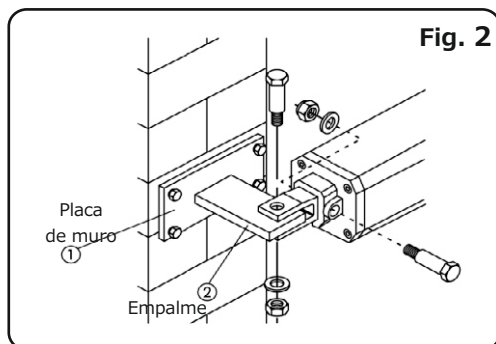

Fig. 2
2) Fije al pilar, con tornillos y tacos, la placa empalme posterior y luego suelde atentamente el empalme posterior en la placa, tal y como se indica en la fig. 2.
- B) Fije el operador en el empalme posterior por medio de los tornillos suministrados en dotación (fig.2).